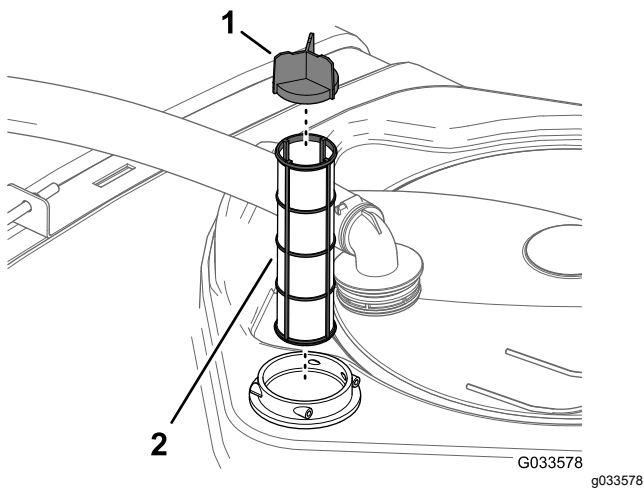

Figure 55
4. Sortez la crépine d'aspiration du logement du filtre dans le réservoir (Figure 55).